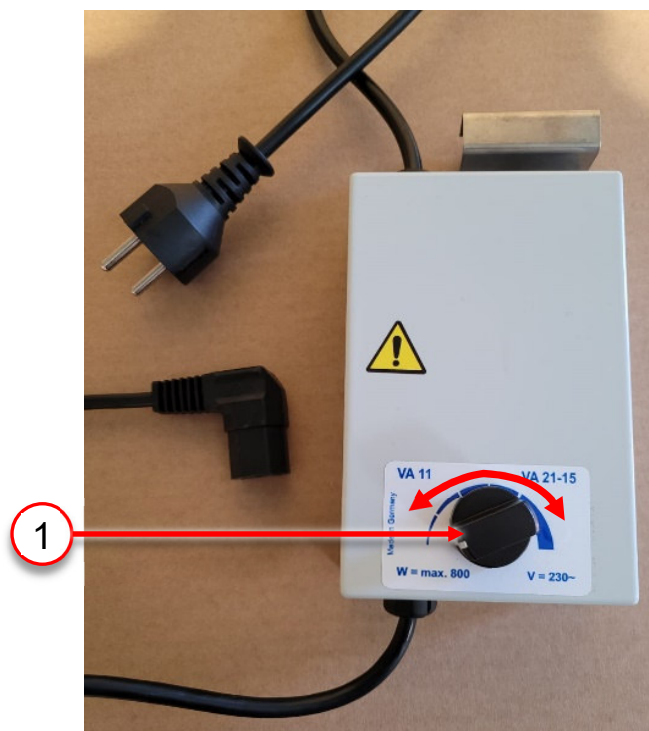

Abbildung 5 Auswahl und Einstellen der Drehzahl
3. Gewünschte Drehzahl durch Verstellen des Drehknopfs (Pos. 1, Abbildung 5) einstellen.